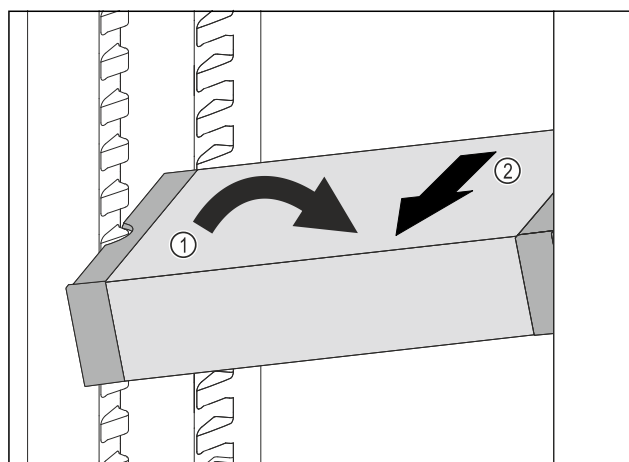

Fig. 160
- Ukosite ladicu VarioSafe u hladnjaku. Fig. 160 (1)
- Izvadite ladicu VarioSafe prema naprijed. Fig. 160 (2)